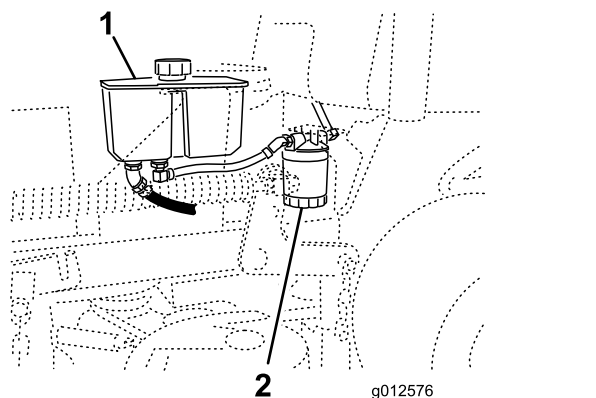

Figure 72
3. Trouvez le filtre et placez un bac de vidange au-dessous (Figure 72).